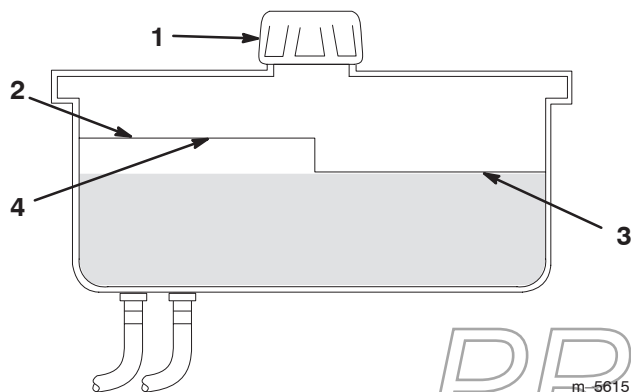

Figure 40
2. Nettoyez la surface autour du goulot de remplissage du réservoir hydraulique (Fig. 40).
3. Débouchez le goulot de remplissage et vérifiez si le réservoir contient du liquide (Fig. 40).
**Remarque :** Lorsque l'huile est chaude, le niveau de liquide doit atteindre le haut du repère "chaud" sur le déflecteur (Fig. 40).